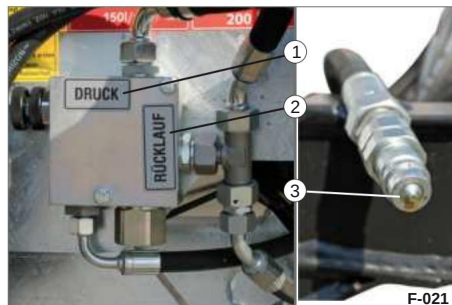

Bild 28 Hydrauliska ledningar, anslutning
• Se till att hydraulledningarnas anslutningar är rena (bild 28/3).
• Anslut de två kontakterna (Bild 28/1 och Bild 28/2) till traktorns anslutningsuttag – observera markeringarna på kontakterna.